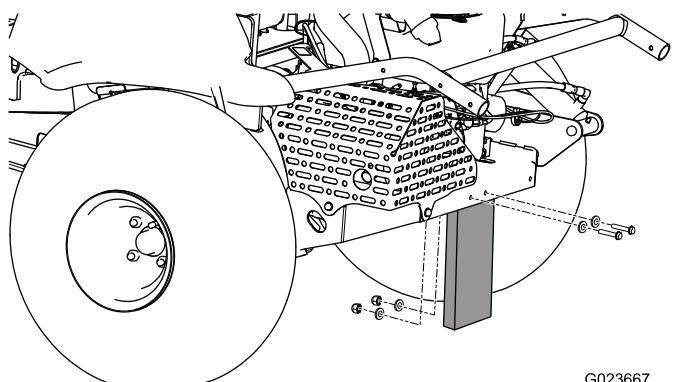

Figura 3
2. Retire as porcas, parafusos e anilhas que prendem a placa de transporte à traseira da máquina (Figura 3).